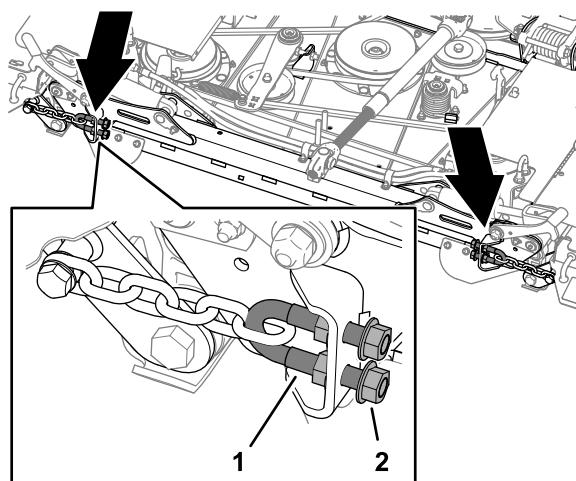

Bild 31
4. Lösen Sie auf der Rückseite des Mähwerks die innenliegenden gezahnten Bundmuttern, die die vier Bügelschrauben (Bild 31) sichern, vollständig.